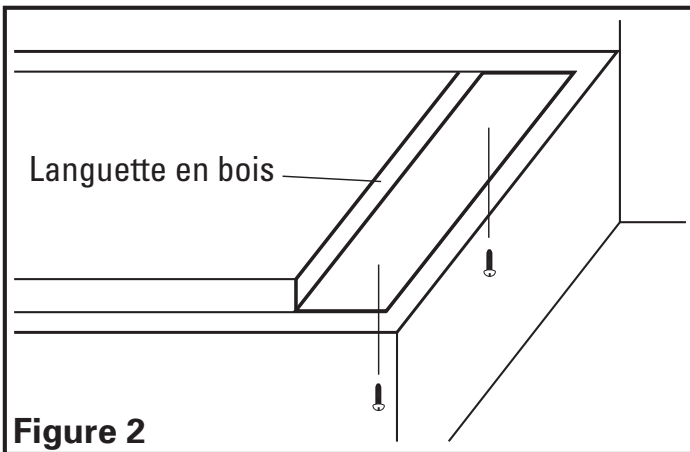

Figure 2
- Si la hotte sera installée sous des armoires qui ont un fond en retrait, il sera nécessaire d'installer des languettes de montage en bois (non incluses) pour que la hotte s'installe correctement (**Figure 2**).